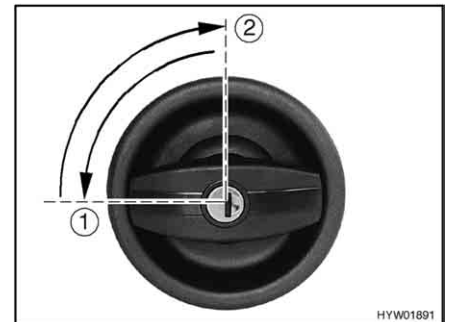

Bild 27 Türschloss Eingangstür, außen, verriegeln
- Schlüssel in Schließzylinder stecken und eine viertel Umdrehung entgegen dem Uhrzeigersinn drehen (Bild 27,1).
- Schlüssel in Mittelstellung zurückdrehen (Bild 27,2) und abziehen.